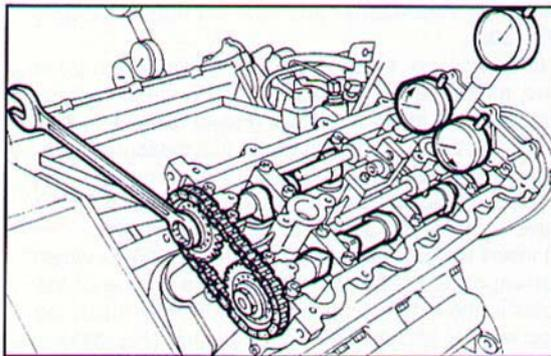

Fig. 314 ▲
1. le singole fasature sono errate ma la somma delle fasature è corretta ( $1,60 \pm 1,70$  mm): con cilindro n° 1 al PMS, allentare il dado e le tre brugole di fissaggio dei due mozzetti puleggia quindi, agendo sui dadi posteriori degli alberi di distribuzione, riportare le singole fasature ai valori corretti (Fig. 314), quindi bloccare i mozzetti puleggia;
1. the single tuning items are incorrect but, when summed, the total is correct ( $1.60 - 1.70$  mm): with cylinder no. 1 at TDC, slacken the nut and the three Allen screws fastening the two pulley hubs and then, by turning the rear nuts of the camshafts, restore the single tuning items to their correct values (Fig. 314), and fasten the pulley hubs;